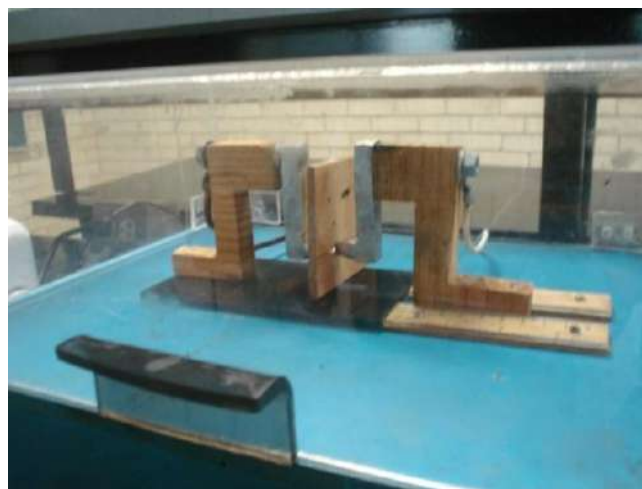

Figura 3.16 Ruptura de rigidez dieléctrica de diferentes materiales
u) Con ayuda del dispositivo de la figura 3.16 y de acuerdo a la tabla 3.6 introduce las muestras de dieléctrico (una a la vez) juntando los electrodos de tal manera que la muestra quede fija entre ellos; incrementa lentamente la diferencia de potencial y determina el voltaje de ruptura correspondiente, concentra tus mediciones en la misma.